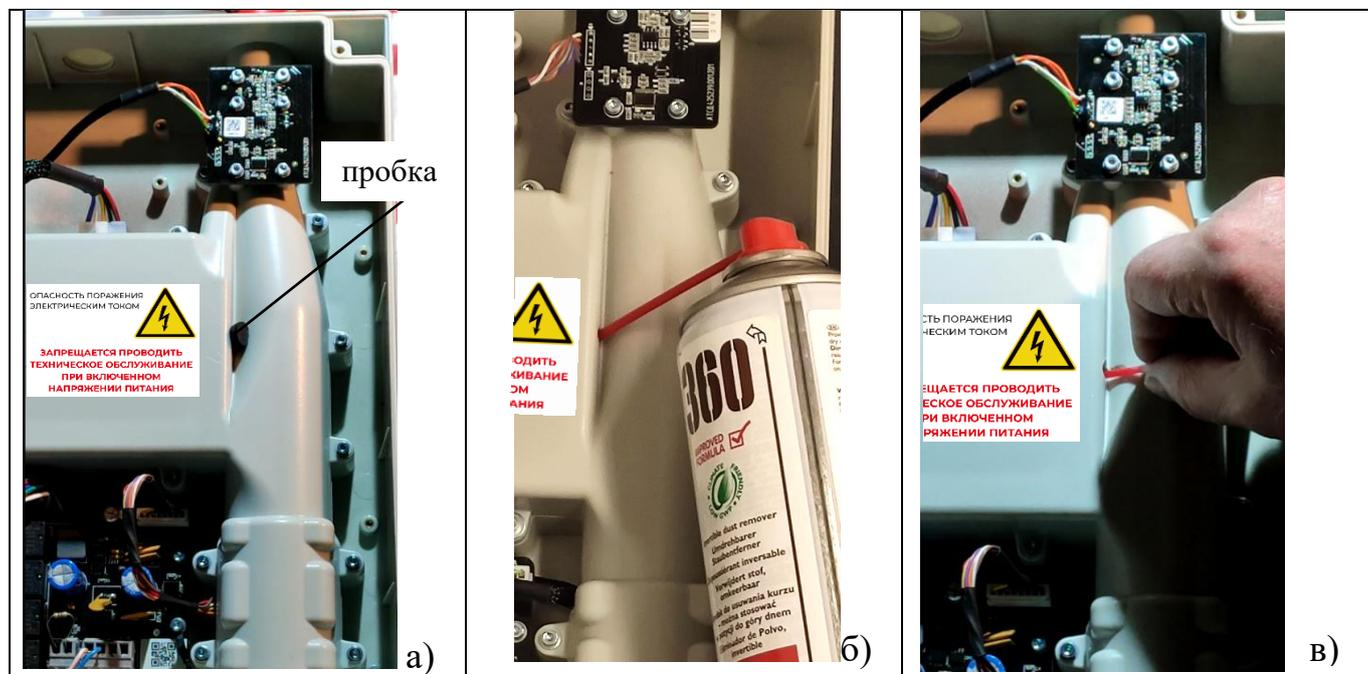
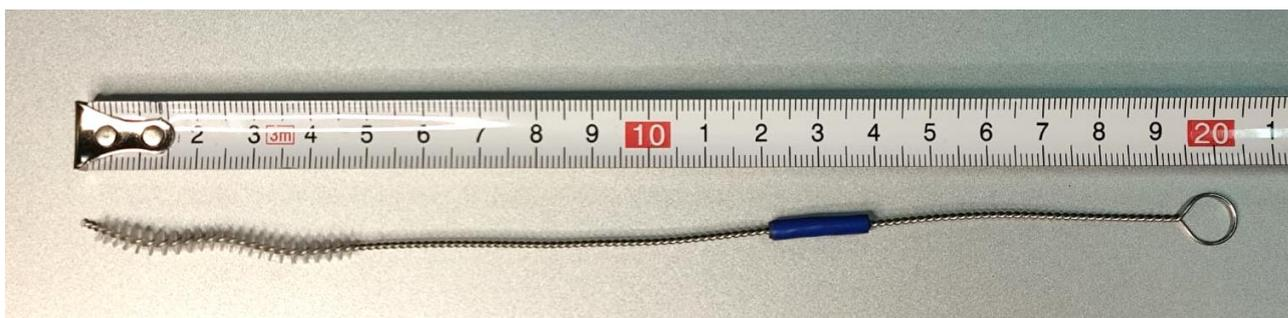

Рисунок 22 – Чистка измерительной трубки датчика дыма
Рисунок 23 – Ершик для чистки измерительной трубки датчика дыма
8.4 Для чистки измерительной трубки датчика дыма необходимо снять переднюю крышку извещателя и отключить напряжение питания извещателя. Вынуть пробку из отверстия на воздушном канале (рис. 22 а), вставить в отверстие изогнутую трубочку баллона на 30 – 35 мм под углом 40° (рис. 22 б). Изменяя положение трубки сделать 4 - 5 пуска сжатого воздуха с промежутками по несколько секунд. Далее при помощи ершика с диаметром щетки 4 – 5 мм и диаметром ручки не более 1 мм необходимо очистить стенки разрядной области измерительной трубки. Покрытая щетиной часть ершика должна быть изогнута для более эффективной чистки стенок трубки (рис. 23). Ершик вставляется на длину 50 – 60 мм и далее на длину 100 – 120 мм. Движениями влево – вправо с поворотами вокруг его оси производится чистка зарядной области трубки и разрядной области трубки (рис. 22 в). Необходимо использовать сухие чистые ершики.
После механической чистки необходимо продувкой из баллона со сжатым воздухом удалить из измерительной трубки датчика дыма остатки загрязнений. Еще раз вставить в отверстие изогнутую трубочку баллона на 30 – 35 мм под углом 40° (рис. 22 б) и изменяя положение трубки сделать пуски сжатого воздуха с промежутками по несколько секунд. После продувки вставить пробку в отверстие на воздушном канале. Включить извещатель, через 10 - 15 минут, после снижения показаний уровня удельной оптической плотности перевести извещатель в дежурный режим в меню «ОПЕРАТОР», провести калибровку датчика дыма в меню «ТЕХНИК» и проконтролировать величину компенсации в закладке «КОМПЕНСАЦИЯ Д.Д.» в меню техника. После чистки величина компенсации должна быть равна нулю или нескольким единицам, в противном случае процедуру чистки необходимо повторить. При необходимости скорректировать порог сигнала «Внимание».